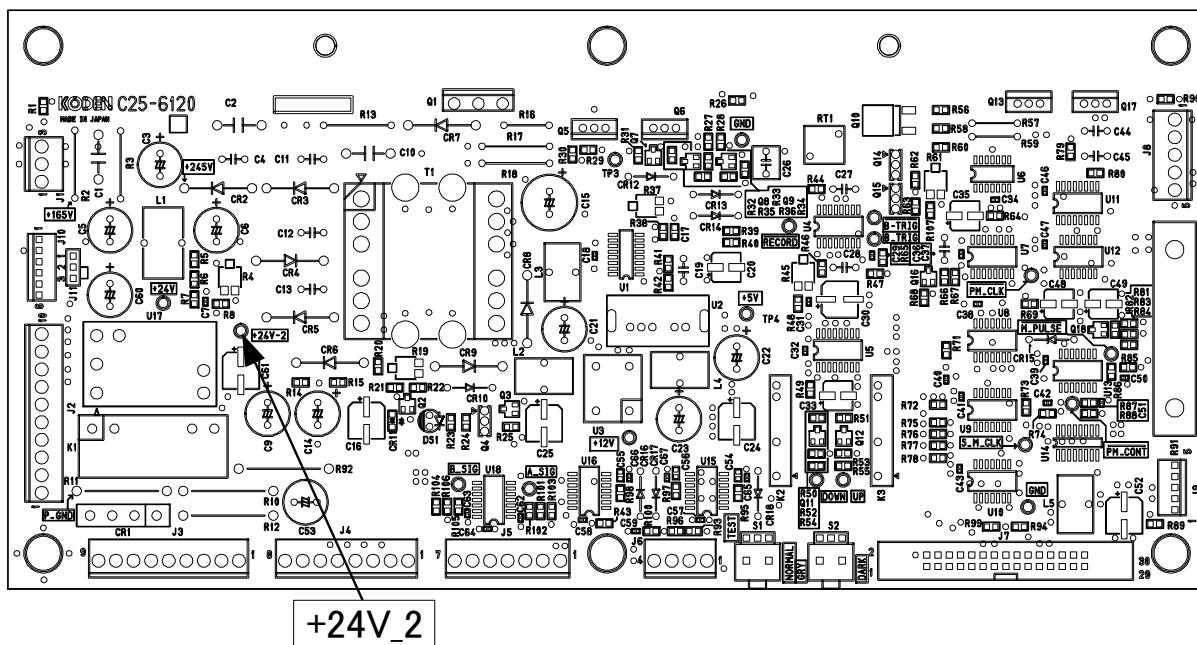

図 4.2 C25-6120 チェック端子配置図
3. C25-6120 チェック端子 24V-2 の電圧をテスターで測定してください。GND は、プリント板の止めねじとしてください。(図 4.2 参照)